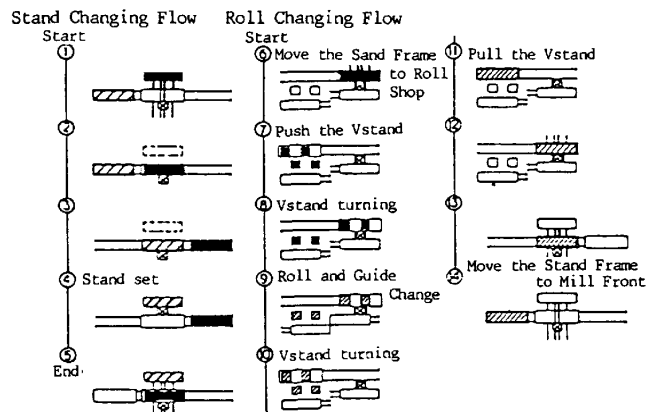
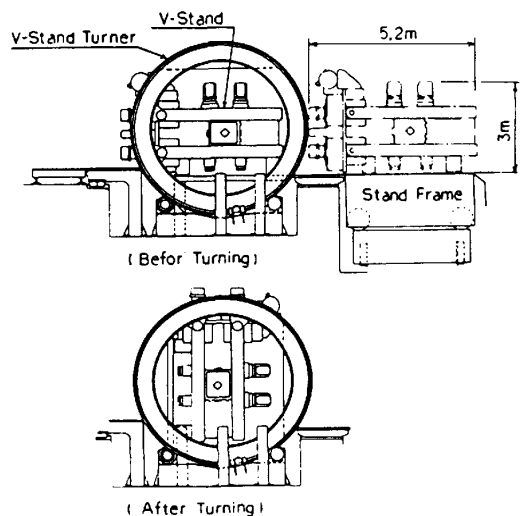

Fig. 2 Roll Changing and Stand Changing Flow
Fig. 3 Vertical Mill Turning Device
丸ビレット $110^{mm\phi} \sim 230^{mm\phi}$ 、角ビレット $82^{mm中} \sim 150^{mm中}$ のサイズ替時に、次圧延予定のロールをオフラインで組込んでおき、スタンド台車入替により圧延サイズ替を5分で行うようにした。(Fig.2①~④)
交換された旧スタンドはロールショップに引込み、VスタンドはFig.3に示すターナーにより $90^\circ$ 転回され、Hスタンドと同じ状態にされて、ロールとガイドを組替える。このとき、次サイズの圧延に備えるセットアップを4スタンド同時平行で完全自動化により、クレーン作業全くなして60分で行うようにした。(Fig.2⑤~⑭)